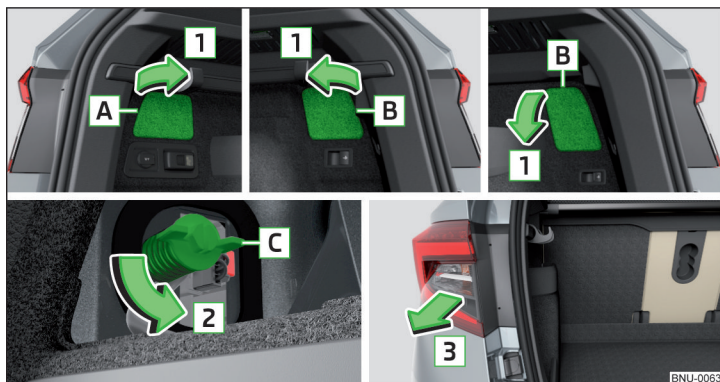

Fig. 352 Desinstalar la variante de apertura para la caperuza / lámpara
- › Abrir la caperuza [A] o [B] correspondiente en el sentido de la flecha [1] » fig. 352. Las variantes de apertura para la caperuza [B] derecha son diferentes según el equipamiento.
- › Enrosque el tornillo [C] en sentido contrario de la flecha [2] » fig. 352.